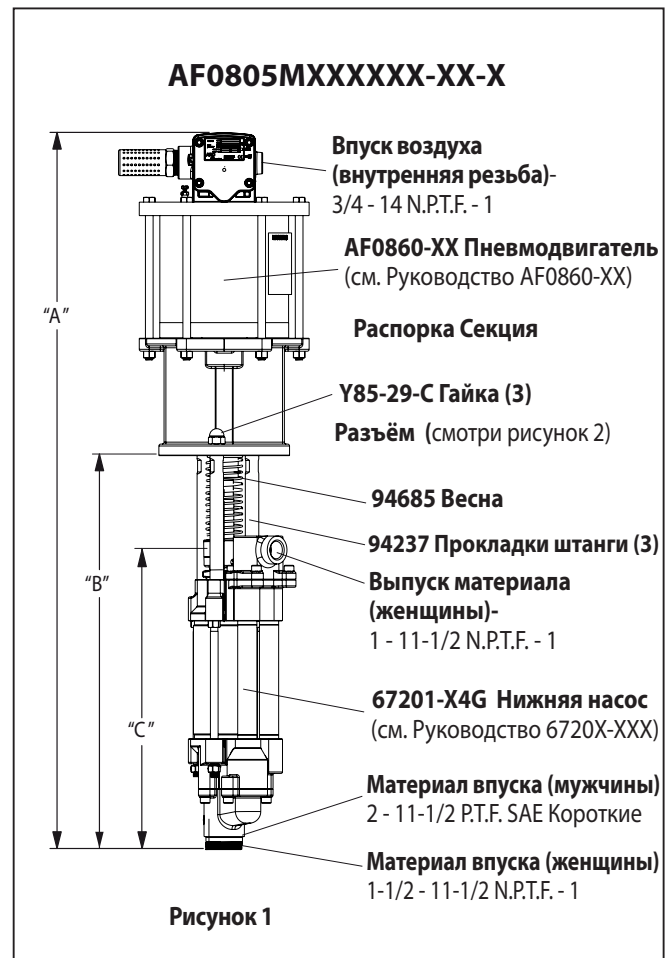

Рисунок 1
2. Удалите три гайки (Y85-29-C) из трех прутков распорка (см. рисунок 1).